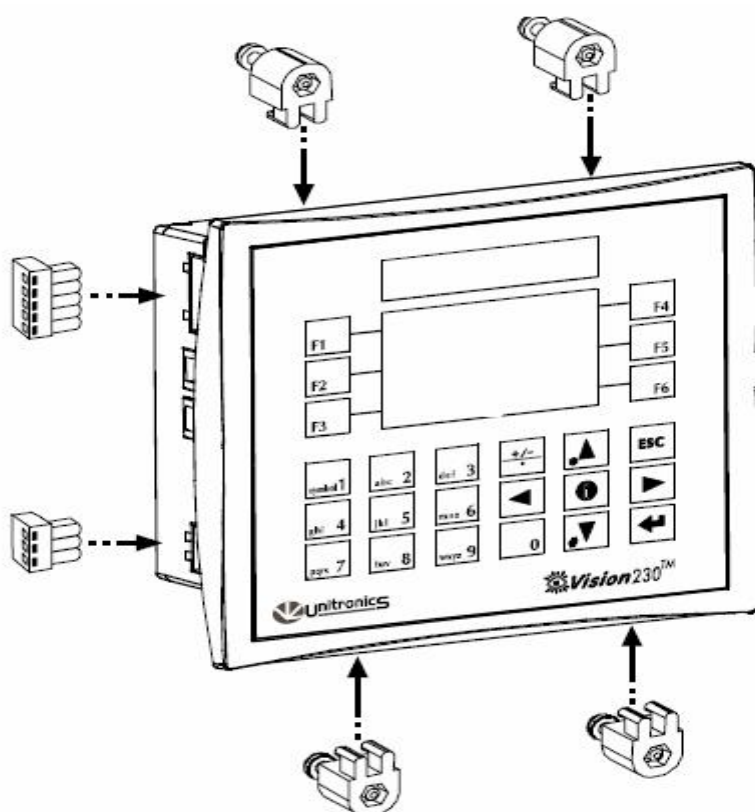

Рисунок 2. Разъемы и монтажные скобы «Vision»
Прежде чем вы приступите к монтажу, проверьте комплектацию контроллера. В стандартную комплектацию входят контроллер, 3-штырьковый разъем источника питания, 5-штырьковый разъем «CANbus» и 4 монтажные скобы, каждая с винтом для монтажа на панели. Эти элементы показаны на приведенном ниже Рис. 2. Комплект также содержит пакет с проводом, на конце которого кольцевой кабельный наконечник, и другие аппаратные средства, которые могут использоваться для заземления источника питания контроллера. Кроме того, в комплект входит резиновое уплотнение, уже установленное в задней части панели управления, резистор оконечной нагрузки сети «CANbus»; CD-ROM с программным обеспечением «VisiLogic» для программирования контроллера, кабель связи, это руководство и два комплекта маркеров клавиш, которые используются для маркировки клавишной панели. Обратите внимание, что один комплект маркеров уже установлен на панели управления.
4. Втолкните 4 монтажные скобы в предназначенные для них щели со стороны контроллера, как показано на Рис. 2, стр. 14.